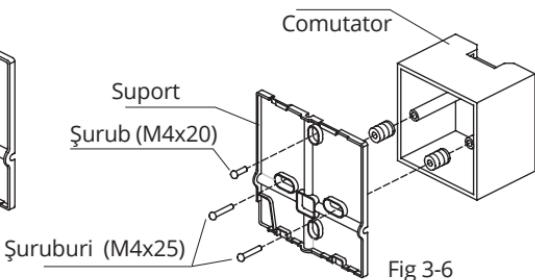

Fig 3-6
- Pentru montarea pe comutator, fixați suportul telecomenzi pe comutator cu 2 șuruburi (M4x25) și fixați comutatorul pe perete cu un șurub (M4x20). (Fig.3-6)